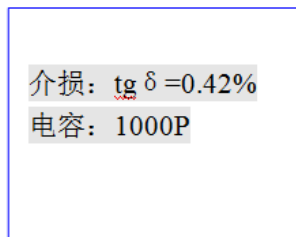
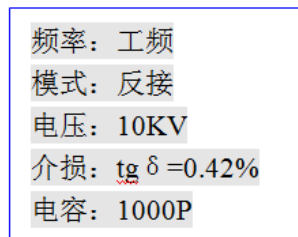

图 9 测量结果
图 10 打印结果
- ⑥ 在经过约 40 秒后，测量结束，高压自动切断，屏幕显示测量结果，如图 9 所示，如需打印结果，按“确认”键即可打印。打印结果见图 10 所示。